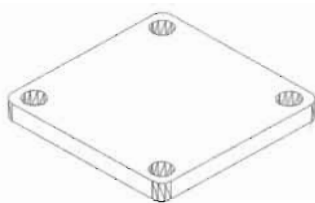

图 14-148
(6) 单击“建模”工具栏中的“差集”按钮,从圆角矩形实体中减去4个圆柱体,消隐效果如图14-148所示。